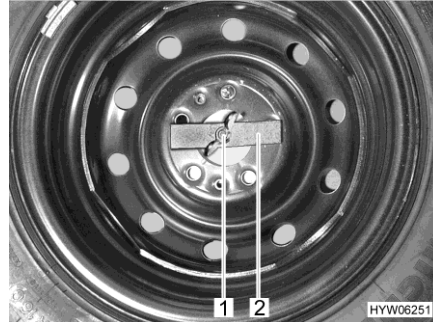

Fig. 240 Roue de secours dans le coffre arrière
- Desserrer l'écrou papillon (Fig. 240,1) à la main et le dévisser.
- Retirer la pièce de pression (Fig. 240,2).